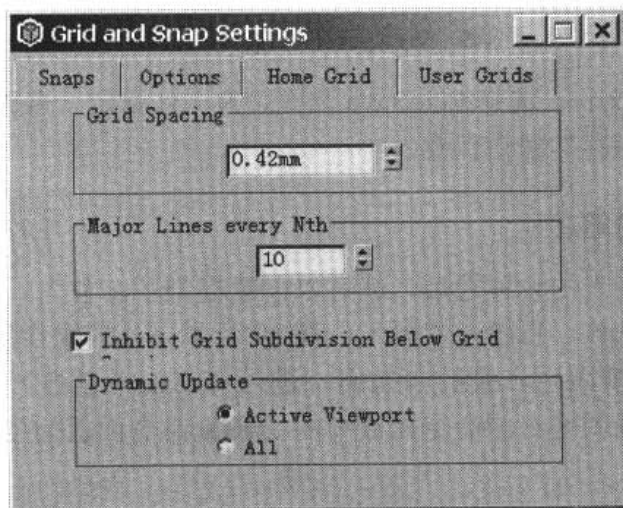

图 1-4 Grid and Snap Settings 对话框
Step 3 设置网格。网格的作用主要是在创建模型和移动物体时对物体的大小和位置起到参照作用。选择 Customize\Grid and Snap Settings 命令，打开 Grid and Snap Settings 对话框，如图 1-4 所示。选择该对话框中的 Home Grid 面板，将 Grid Spacing 复选框中的数值设为 1mm，使每个最小的网格的边长为 1 毫米，将 Major Lines every Nth 复选框中的数值设为 10，使系统每隔 10 个网格设置一条主要的分界线。